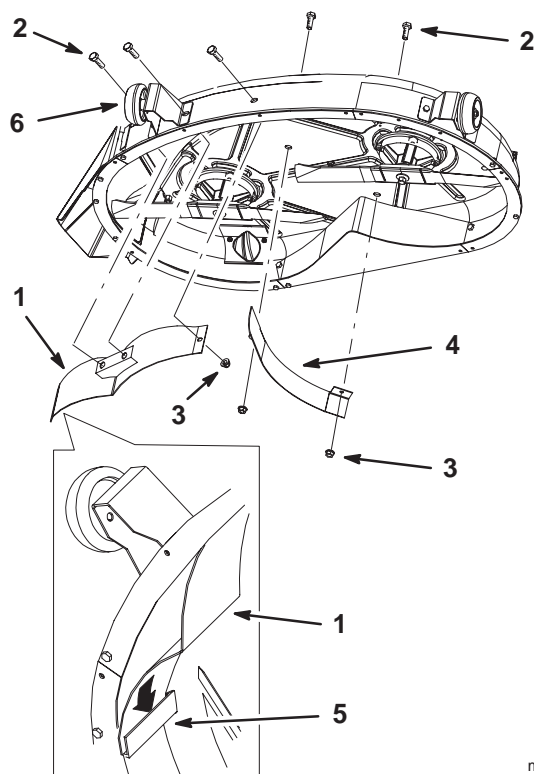

Bild 19
2. Nehmen Sie die Schrauben und Sicherungsmutter vom vorderen Ablenkblech ab. Nehmen Sie dann das Ablenkblech ab (Bild 19). Bewahren Sie die Schrauben und die Sicherungsmutter auf.
3. Nehmen Sie die Muttern und Schrauben vom mittleren Ablenkblech ab. (Bild 19).
4. Setzen Sie die Schrauben und Sicherungsmuttern in die Mähwerkradhalterung und das Mähwerk ein (Bild 19).
2. Entfernen Sie die Sicherungsmuttern und Schrauben aus den Befestigungslöchern des vorderen Ablenklechs (Bild 19).
3. Montieren Sie mit den zwei in Schritt 2 vorher abgenommenen Schrauben und Sicherungsmuttern das mittlere Ablenklech am Mähwerk (Bild 19).
4. Setzen Sie das vordere Ablenklech in den Schlitz an der Auswurfkanalabdeckung ein (Bild 19).
5. Montieren Sie das vordere Ablenklech mit drei Schrauben und einer Sicherungsmutter am Mähwerk (Bild 19).